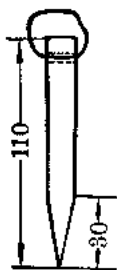

图 2
1. 用砂轮把元钢一头磨成双面楔形斜面, 斜面长约 30~35 毫米(图 2)。